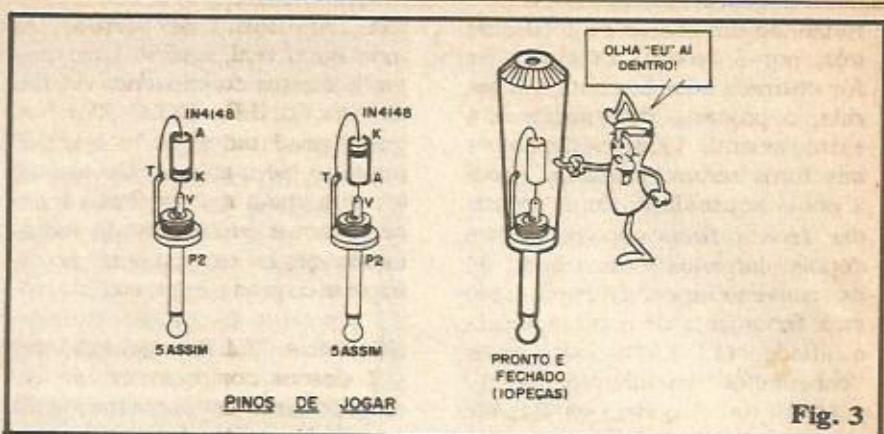

Fig. 3
**- PLUGUES "P2"** - Tratam-se de simples conetores de dois contatos, muito usados em Eletrônica Prática. Sua função é simples: o pino único apresenta, na verdade, dois contatos metálicos. Um "vivo" (V), na ponta, e outro "terra" (T) no "pescoço". Retirando-se a capa plástica, temos acessos aos terminais correspondentes a tais contatos (também identificados pelas letras "V" e "T", observem...) aos quais são feitas as ligações soldadas da peça. O PLUGUE "P2" (esse "P2" refere-se à codificação do tamanho e forma do conector, universalmente adotada...) é o "macho" do componente detalhado a seguir:
**FIG. 3** - A construção do QUADRADO LUMINOSO deve iniciar-se pelos PINOS DE JOGAR (são 10, ao todo). Primeiramente, todos os PLUGUES devem ser desencapados (destarracha-se suas capas plásticas). Identificados seus terminais, os 10 diodos 1N4148